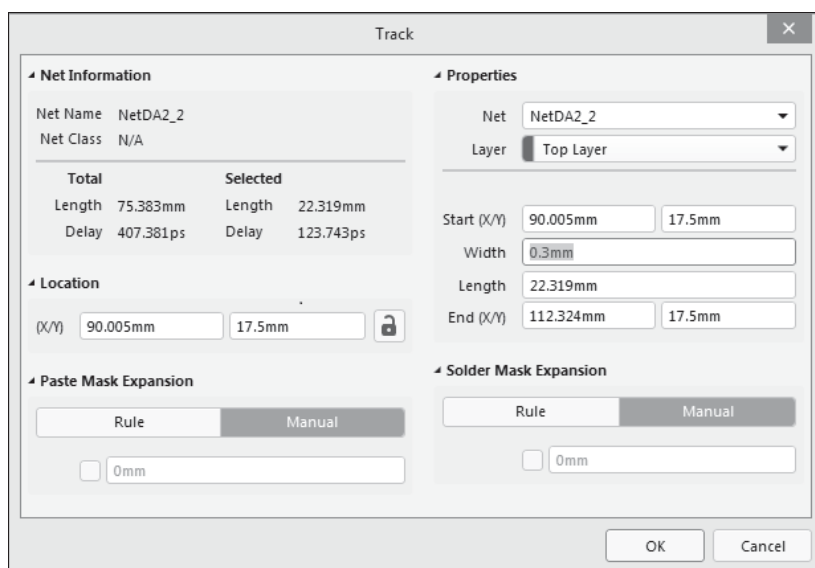

Рис. 7.51. Редактирование сегмента печатной трассы
- При указании курсором на сегмент трассы печатного монтажа, а также по двойному щелчку левой кнопкой мыши или по команде контекстного меню **Properties** открывается диалоговое окно **Track** (рис. 7.51), отображающее: